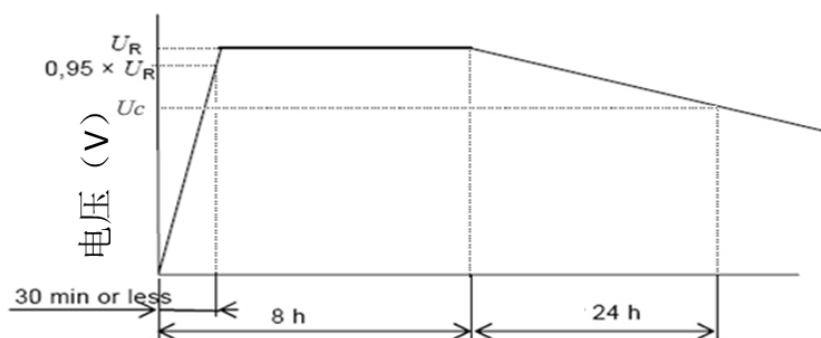

图5 自放电测试曲线图
- 在恒压充电 8h 结束后，将电容器两端从电压源断开，置于标准条件下 24h 后，测量电容器两端的 U_c ，如图 5 所示。